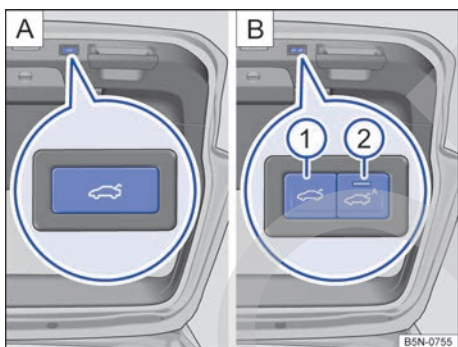

Fig. 95 En el portón del maletero abierto: tecla para el cierre eléctrico del portón.
- Válido para la berlina: pulse la tecla ⓘ situada en el portón del maletero → fig. 95 A → ⚠️.
Válido para el Variant: durante todo el proceso de apertura o de cierre del portón del maletero suenan unas señales acústicas. Excepción: cuando se abre el portón mediante el emblema de Volkswagen → fig. 91 o se cierra mediante las teclas dispuestas en el portón → fig. 95   o .
Si el portón del maletero está abierto y hay una llave del vehículo válida en su zona de proximidad → fig. 78, se puede cerrar el portón automáticamente pulsando la tecla de la función Easy Close → fig. 95 **(2)** **(B)**. El portón no se cerrará automáticamente hasta que no se retire la llave de la zona de proximidad del mismo → pág. 110.
- Cuando parpadea el testigo de control de la tecla de la función Easy Close → fig. 95 **(2)** **(B)**, la función de cierre está activada. El portón del maletero permanece abierto.